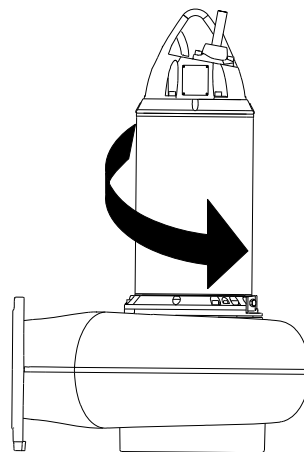

Рис. 24 Направление рыбка
2. Включите и тут же отключите насос, следя при этом за направлением движения (направлением рыбка) насоса. Если насос подключен правильно, рабочее колесо будет вращаться по часовой стрелке, т. е. рыбок будет против часовой стрелки. См. рис. 24.